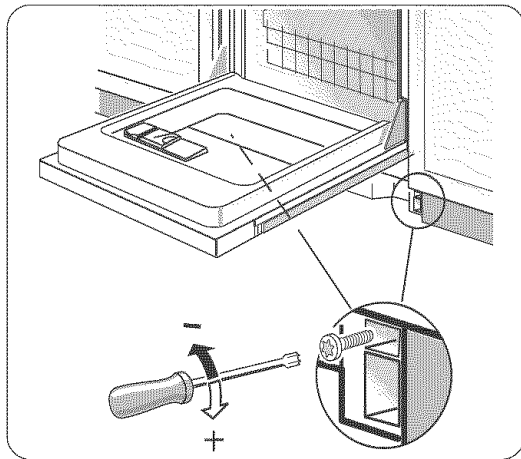

Figure 29
- 2) Insérer les vis comme à la figure 29. Tourner dans le sens horaire pour augmenter la tension ou dans le sens contre horaire pour diminuer la tension.